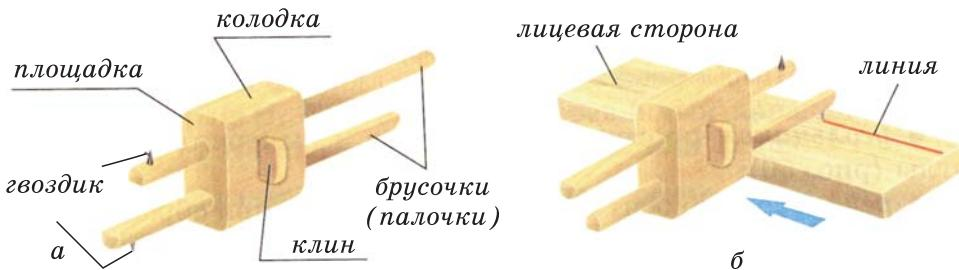

Рис. 8. Рейсмус: а – основные части рейсмуса; б – разметка доски
* **Рейсмусом** наносят параллельные линии при обработке пластов, то есть поверхности заготовки, кромок (*рис. 8*);